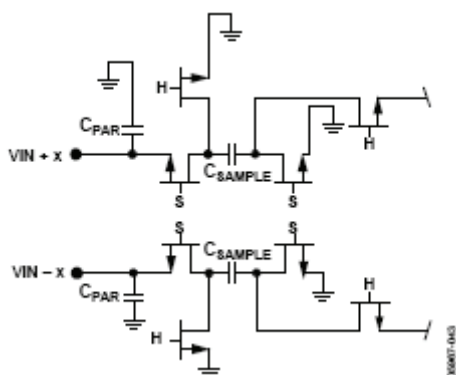

图 54. 开关电容输入电路
输入电路根据时钟信号，在采样模式和保持模式之间切换（见图 54）。当输入电路切换到采样模式时，信号源必须能够对采样电容充电，并且在半个时钟周期内完成建立。每个输入端都串联一个小电阻，可以降低从驱动源输出级注入的峰值瞬态电流。此外，输入端的每一侧可以使用低 Q 电感或铁氧体磁珠，以减小模拟输入端的高差分电容，从而实现 ADC 的最大带宽。在高中频 (IF) 下驱动转换器前端时，必须使用低 Q 电感或铁氧体磁珠。输入端可以使用一个并联电容或两个单端电容，以提供匹配的无源网络。这最终会在输入端形成一个低通滤波器，用来限制不想要的宽带噪声。欲了解更多信息，请参阅应用笔记 AN-742、AN-827 以及 *Analog Dialogue* 的文章“用于宽带模数转换器的变压器耦合前端”（第 39 卷，2005 年 4 月）。通常，模数转换的精度取决于应用。